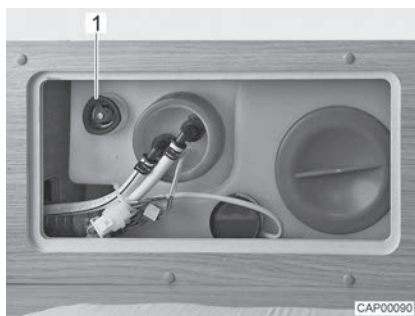

Bild 109 Vattentank med ratt
- Vrid ratten (Bild 109,1) på vattentanken medurs till stoppläget.
- Vrid ratten (Bild 109,1) på vattentanken moturs till motståndet. Vattnet rinner ut tills ca 20 liter är kvar.